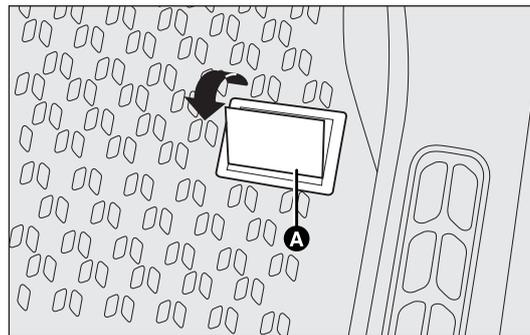

fig. 193
- sul pianale dell'abitacolo vicino al sedile anteriore destro; per accedervi occorre aprire lo sportello A-fig. 193